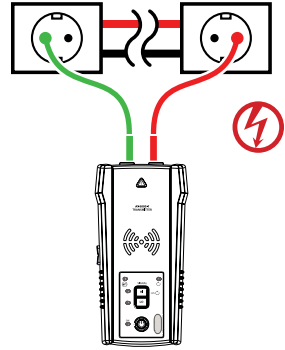

Abbildung 3.1a
2. Schließen Sie die rote Leitung an den Außenleiter (auf der Verbraucherseite des Systems) an. Das Signal wird NUR zwischen der Verbraucherseite, mit der der Sender verbunden ist, und der Stromquelle übertragen (siehe Abbildung 3.1a).